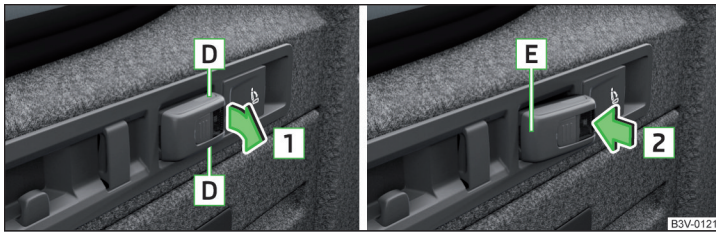

Fig. 142 Lampa cu posibilitate de demontare: scoaterea/introducerea
➤ Apucați lampa în zona **D** și scoateți-o în sensul săgeții **1** » fig. 142.
- Introduceți lampa mai întâi cu partea din spate **E** » fig. 142 în suport și apoi apăsați în sensul săgeții **2**, până se fixează cu zgomot.